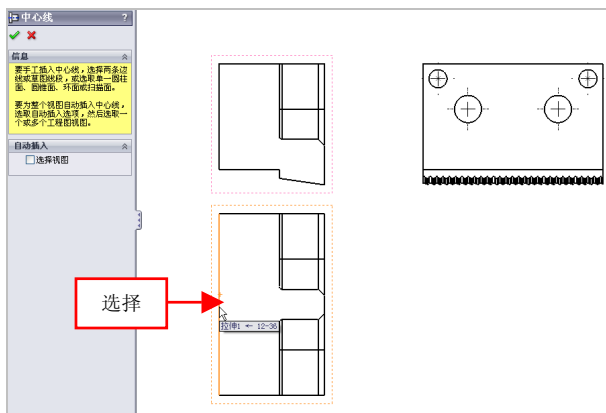

图 12-38 选择左侧垂直直线
(3) 弹出【中心线】属性管理器，在左下方视图中，选择最左侧垂直直线，如图 12-38 所示。